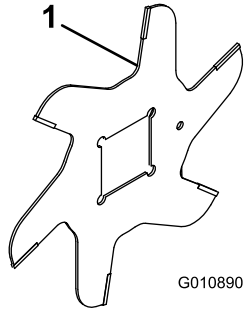

图18
1. 组装滚刀刀片 (图18)。
4. 顺时针安装下一个刀片以使其定位参考孔 图18 不与靠近轴的一个平面的第一个刀片孔对齐。